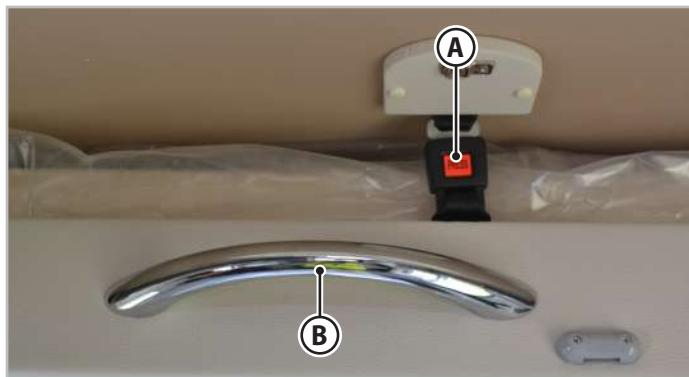

Fig. 6.18 - Lit pavillon avant
1. Déverrouiller le dispositif de sécurité (A - Fig.6.18).
2. Agir sur la poignée (B - Fig.6.18) et amener le lit en fin de course.
1. Agir sur la poignée (B - Fig.6.18) et amener le lit en fin de course.
2. Fixer à nouveau le lit à l'aide du dispositif de sécurité (A - Fig.6.18).